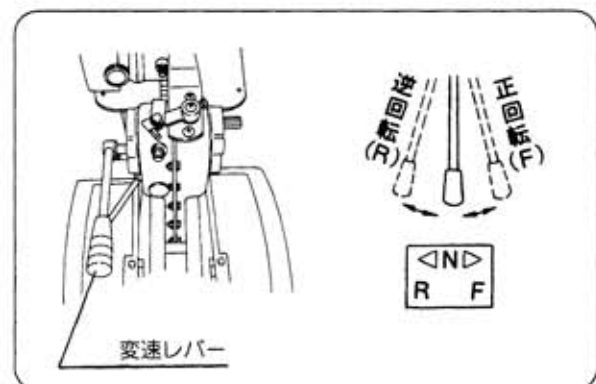

図27
1) 変速レバー操作 (図27)
- ① 正転、逆転ロータリです。
- ② 変速レバーを左右に動かすことにより正回転（F）、逆回転（R）となります。